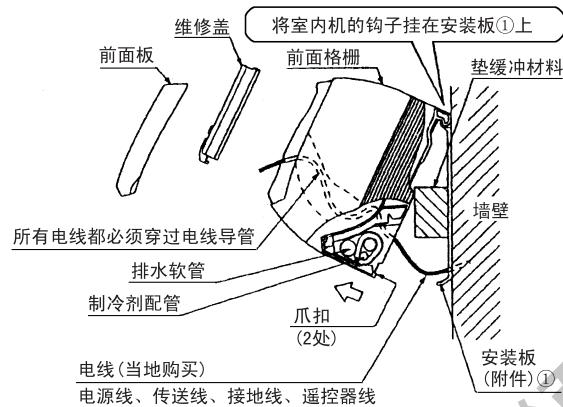

图9
### 6. 将室内机挂在安装板上。（请参看图 9）
#### 9. 用两手按住室内机底部的两侧，将室内机背面的爪扣挂到安装板①上。（请参看图 9）
- 排水管作业结束后，请检查排水情况，可以打开前面板，拆下空气滤尘网，从排水盘处加水，确认排水软管处是否排水通畅。(请参看图 9)